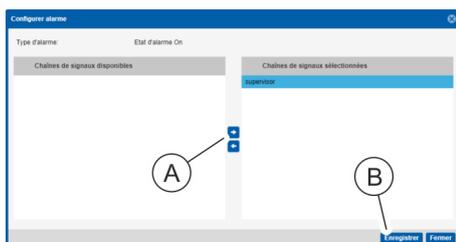

Fig. 135 : Fenêtre « Configurer alarme »
13. ▶ Sélectionner une chaîne de signaux dans la fenêtre « Configurer alarme » et la déplacer au moyen du bouton « → » (Fig. 135 /A) dans le champ « Chaînes de signaux sélectionnées ». Appuyer sur le bouton « Enregistrer » (Fig. 135 /B) pour confirmer la sélection.